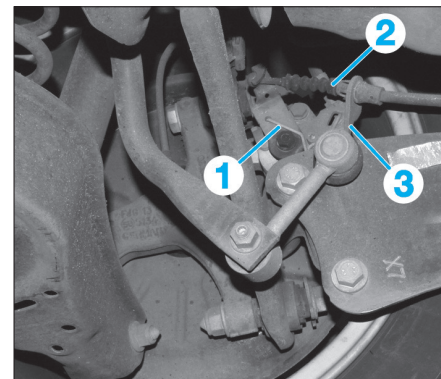

Fig. 11
- Basculer le support (1) et libérer le câble de frein à main (2) (Fig.11).
- Déposer le flexible (3) de l'étrier de frein.